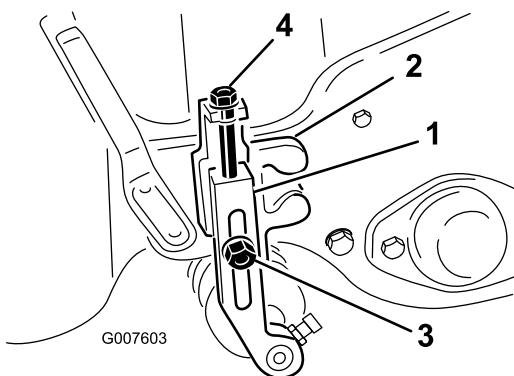

Figura 48
- Allentate i dadi di bloccaggio che fissano i bracci dell'altezza di taglio alle relative staffe (Figura 48).